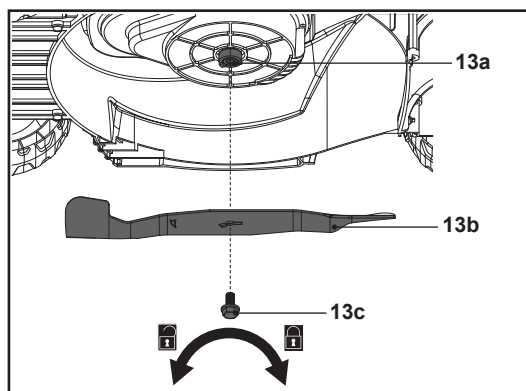

Fig. 16
1. Maintenir le dessous du produit et la lame de coupe (13b) propres et exempts de débris. Retirer l'herbe coupée de la goulotte d'éjection arrière (18).
5. Remplacer la lame de coupe (13b) par une neuve de même type. Vérifier d'abord l'état du support de lame (13a) sur la broche, fixer la lame de coupe (13b) sur le support de lame (13a) en l'alignant sur les motifs du support de lame (13a), puis installer correctement le boulon tête hexagonale avec les rondelles (13c) pour stabiliser le raccordement. Serrer le boulon tête hexagonale (13c) dans le sens des aiguilles d'une montre à 25 Nm min. / 30 Nm max. pour assurer le bon fonctionnement du produit (Fig. 16).